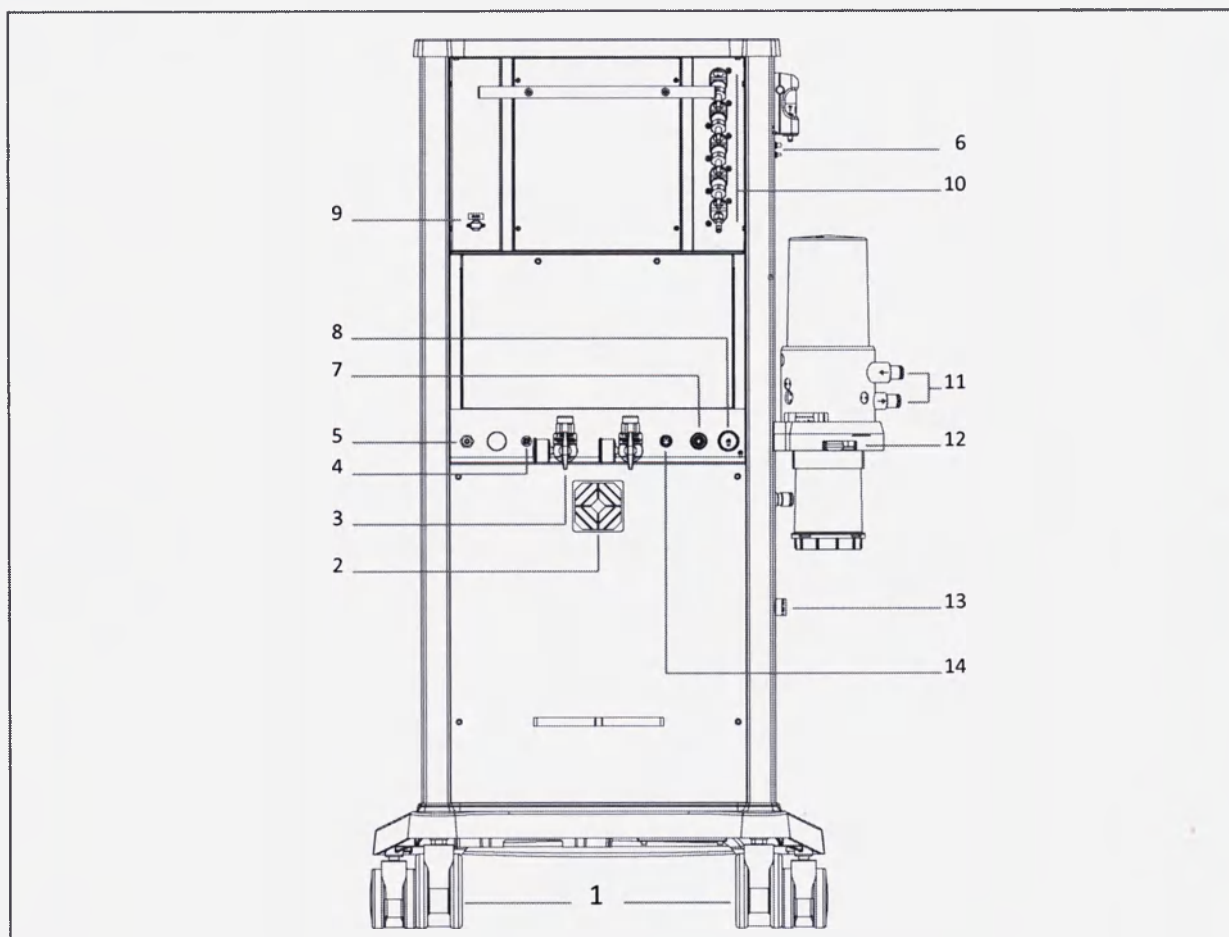

Рис. 3-2. Наркозный аппарат Siesta i Whispa, вид сзади
Если с наркозным аппаратом Siesta i Whispa используется внешняя дыхательная система, лишние газовые анестетики могут выводиться из системы путем подсоединения к дополнительному разъему AGSS на задней панели аппарата (8 на рис. 3-2).
2. Для удаления лишних газовых анестетиков из дыхательной системы подсоедините ее к 30-миллиметровому гнездовому разъему с маркировкой «Доп. AGSS», расположенному на задней панели аппарата (8 на рис. 3-2). См. раздел 3.1.1.